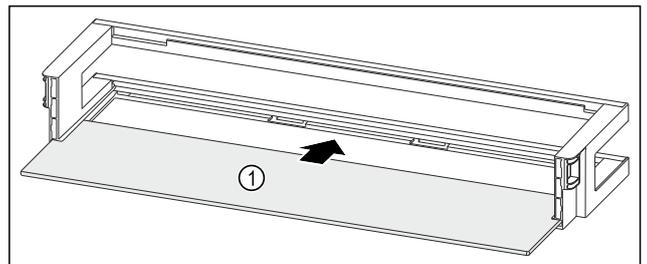

Fig. 121 Лотки на дверцятах з полицею
- ▶ Посуньте полицю Fig. 121 (1) у бічні пази.